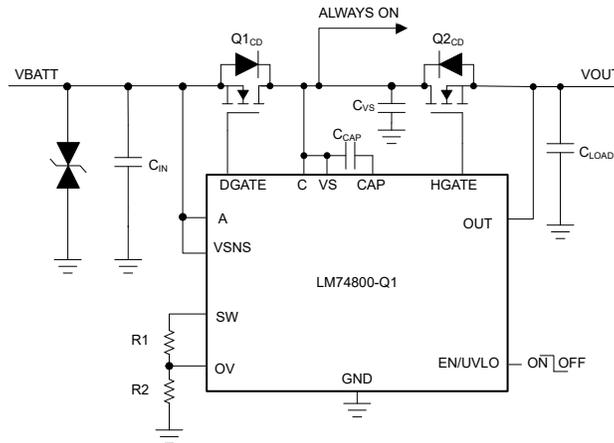

图 2. 共漏极拓扑
LM74800-Q1 可以驱动两种配置的 FET：共漏极 (CD) 和共源极 (CS)。在 CD 拓扑中，两个 FET 的漏极端子连接在一起，如图 2 所示。当 LM74800-Q1 处于关断模式时，CD 节点可通过 $Q1_{CD}$ 的体二极管为关键的常开负载供电。在输入端施加反向电压时， $Q1_{CD}$ 立即关断，保护 CD 节点和输出端负载免受负电压的影响。由于 CD 节点始终在输入电压为正时受电，因此 VS 引脚可直接连接到 CD 节点，从而简化连接。CD 拓扑的缺点是 CD 节点始终处于高电平，即使在 FET 关断时也是如此，这是 $Q1_{CD}$ 的体二极管使然。因此，无法通过测量 FET 两端的电压来检查 $Q1_{CD}$ 是否发生短路故障。